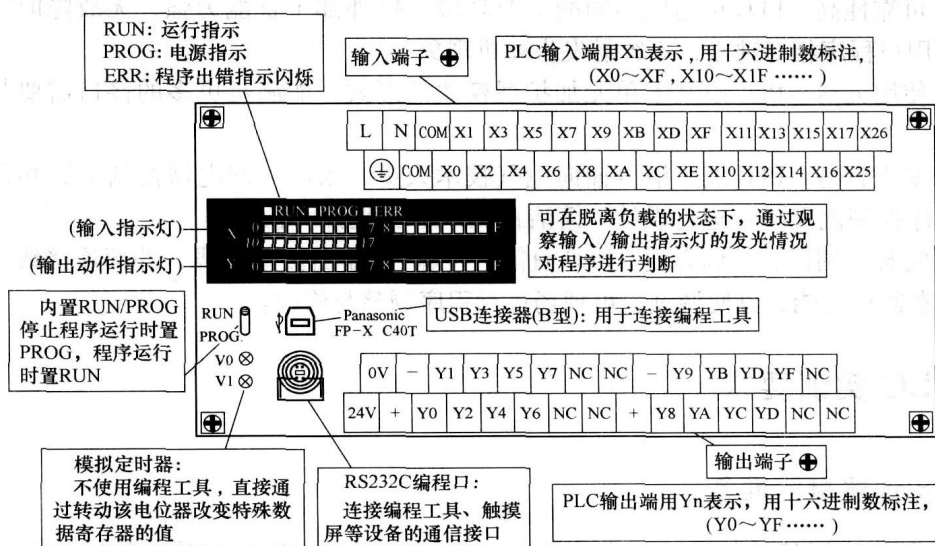

图 1-4 FP-X C40T 型 PLC 基本单元的面板结构示意图
FP-X C40T 型 PLC 基本单元的面板结构示意图如图 1-4 所示。
开始实训前, 请将配置在实训设备中的 PLC 与图 1-4 作对照, 认真观察, 了解 PLC 面板上每部分的作用。
(4) 外部输入继电器与外部输出继电器的数量 请再次认真观察图 1-4，松下 PLC 的 FP-X C40T 的基本单元中，输入端的输入继电器有 24 个，分别编为 X0 ~ X7、X7 ~ XF、X10 ~ X17。输出端的输出继电器有 16 个，分别编为 Y0 ~ Y7、Y8 ~ YF。